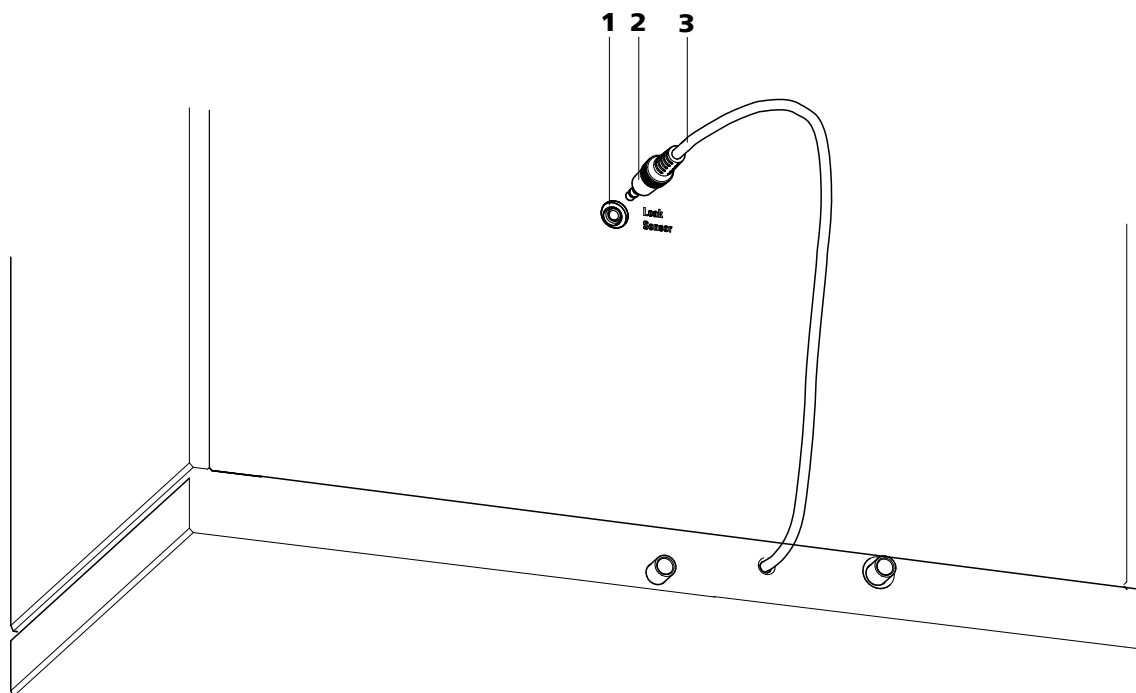

Figura 6 Conexión del detector de fugas en la parte posterior del aparato
- 1 Enchufe el enchufe macho del detector de fugas (6-2) en la toma de conexión del detector de fugas (6-1) de la parte posterior del aparato (véase figura 6, página 20).